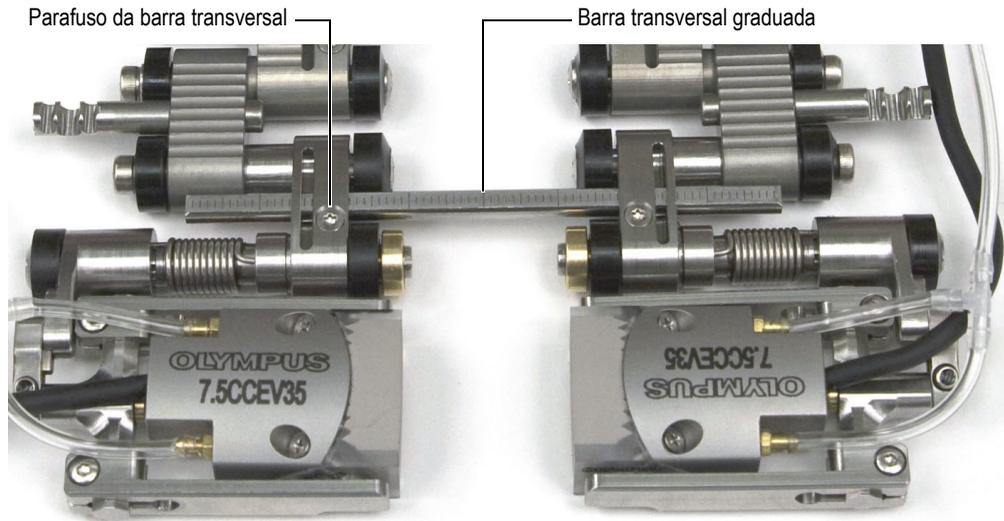

Figura 2-21 Barra transversal graduada
- (1) Deslize a barra transversal através da conexão de cada suporte da sonda e, em seguida, fixe a barra transversal na posição desejada com os parafusos da barra transversal.
- (2) Deslize a segunda barra transversal através das conexões macho que ficam aproximadamente no centro do escâner e, em seguida, fixe a barra transversal no local com os parafusos da barra transversal.
- (3) Use as gradações das barras transversais (veja Figura 2-21 na página 50) para definir uma separação idêntica nas duas localizações da barra transversal.
4. Para rastreamento com sonda de elemento duplo, deve-se juntar as duas metades do escâner (veja Figura 2-21 na página 50):